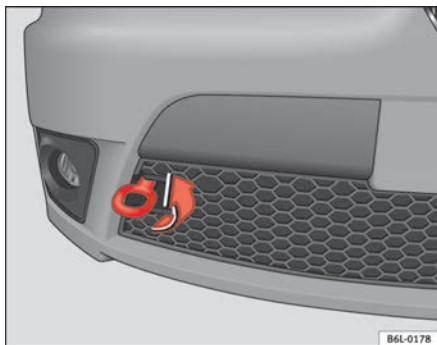

Fig. 174 Argolla de remolque delantera
- Enrosque la argolla de remolque que se encuentra en la caja de herramientas* del vehículo, girándola **hacia la izquierda** hasta que quede perfectamente enroscada ⇒ fig. 174.